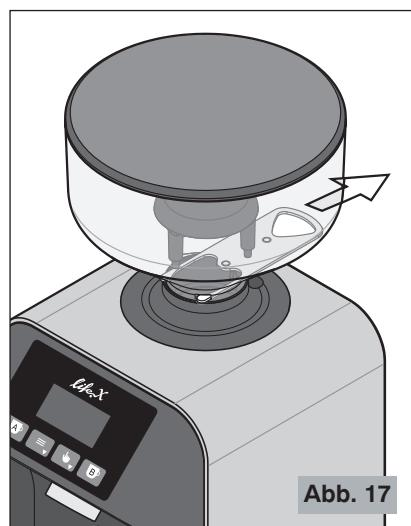

Abb. 17
- ⚠ Vergewissern Sie sich, dass der Kaffeebohnenbehälterverschluss des Kaffeebohnenbehälters vollständig bis zum Anschlag offen ist (letztes Einrasten) (siehe Abb. 17).**